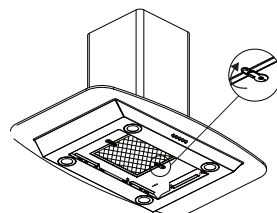

Bild. 13
3. Efter att du sätter i framkanten av kolfiltret i utrymmet i spiskåpan ska du sänka ner bakkanten av kolfiltret tills det att det klickar fast på baksidan av det rektangulära utrymmet. Höj upp de två fäststängerna tills det att de horisontella över kolfiltret. Se bild 13.